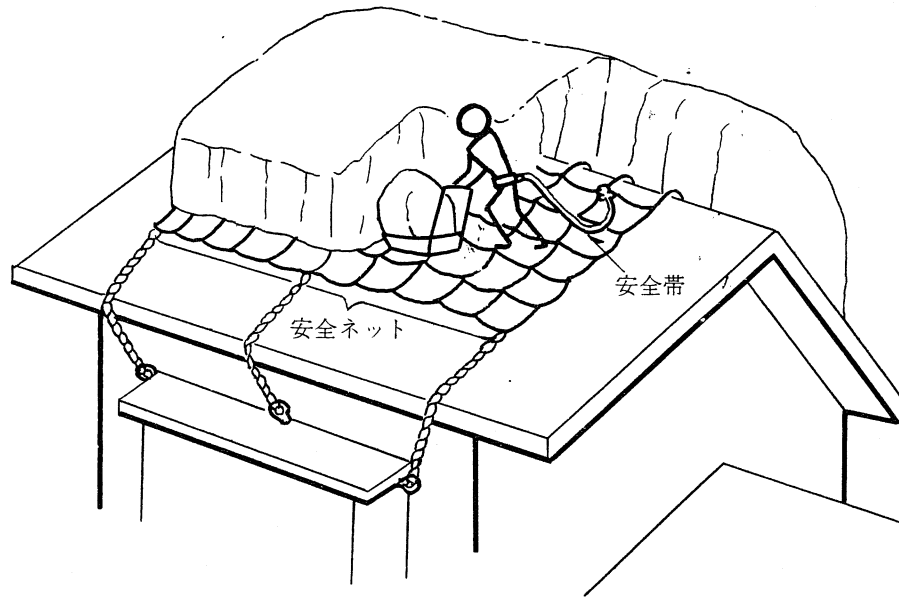

図4 安全ネットを利用した安全帯取付け設備
- ハ 安全ネットを利用した安全帯取付け設備（図4）
- (4) 踏み抜き防止